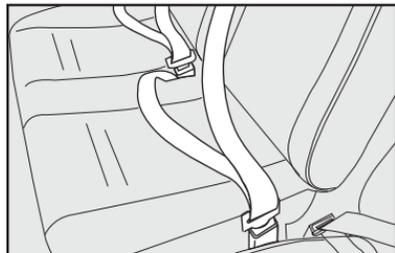

fig. 12
**COMO UTILIZAR OS CINTOS DE SEGURANÇA (bancos da cabine de dois ou três assentos - fig. 12 e bancos laterais traseiros)**